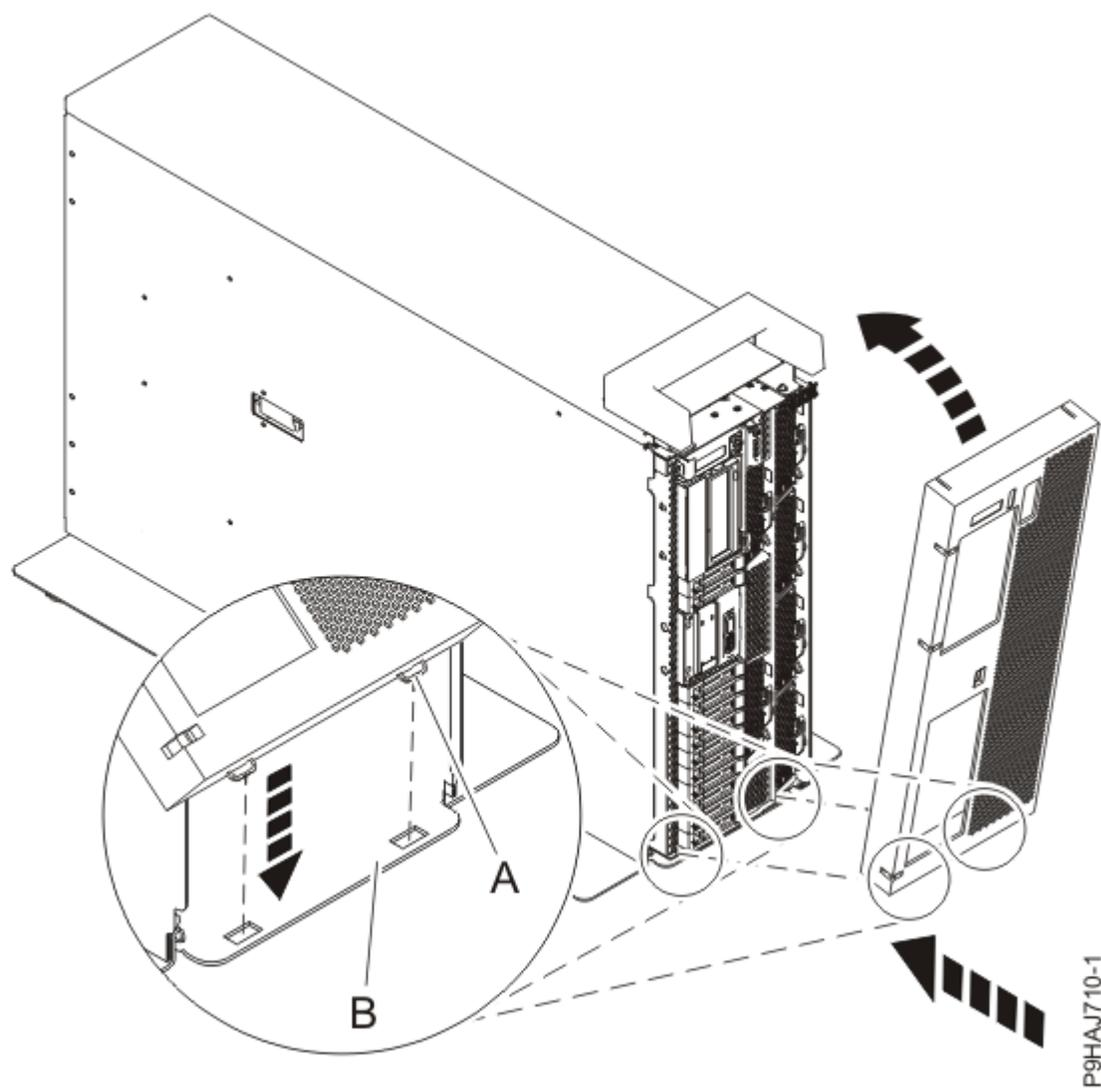

Figura 90. Instalar a porta e tampa anterior
- b) Alinhe a tampa até que as duas patilhas da tampa (**A**) estejam encaixadas nas ranhuras na placa base (**B**) conforme demonstrado na Figura 90 na página 95.